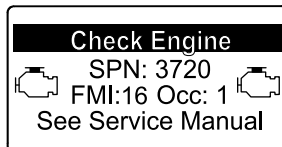

Figure 51
- Avertissement moteur SPN 3720, FMI 16 (Figure 51)